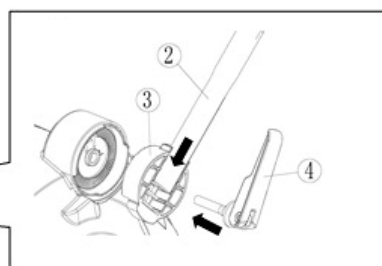

Рис. 2-2
2. Вставьте нижнюю рукоятку (рис.2-2 поз. 2) в кольцевой блок (рис.2-2 поз.3). Затем вставьте болт-фиксатор (рис.2-2 поз. 4) через рукоятку (рис.2 -2 поз. 2). Закрепите болт-фиксатор (рис.2-2 поз. 4), как показано на рисунке 2-2.